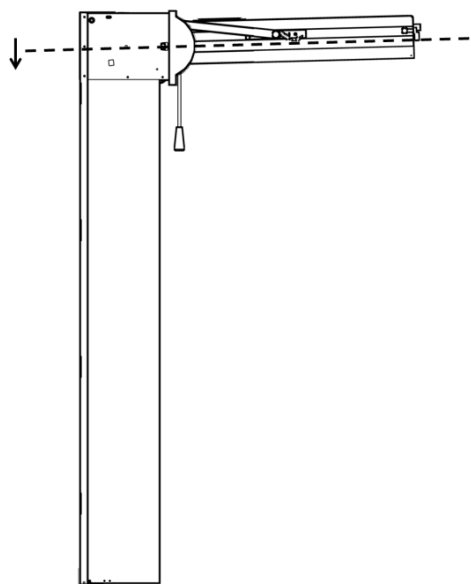
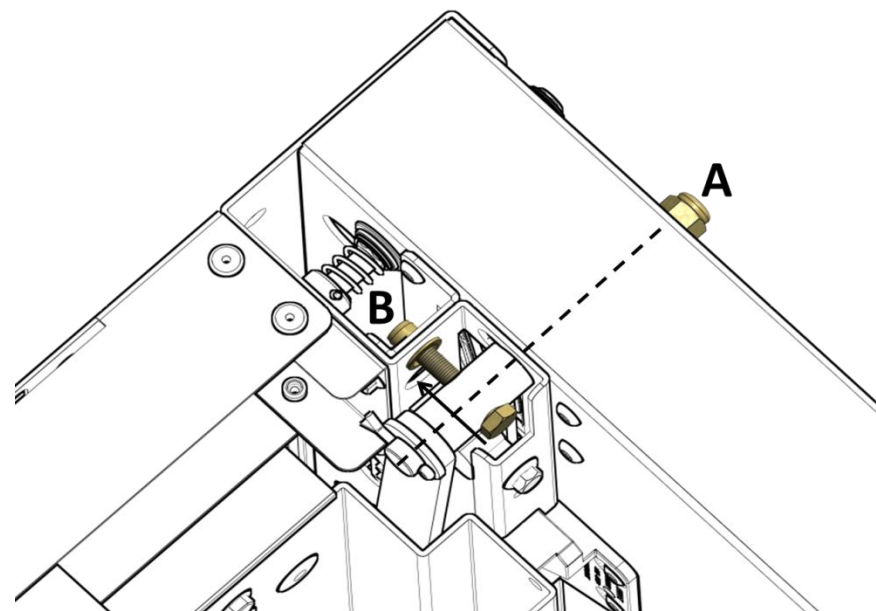

Figura 5-6
Figura 5-7
4. Il perno superiore del braccio di sollevamento è posizionato in modo tale che quando la porta è aperta, il pannello superiore risulta leggermente inclinato come mostrato in Figura 5-6.
A porta aperta, la sezione superiore deve essere leggermente inclinata come in Figura 5-6. Per regolare l'inclinazione della sezione superiore, la posizione del perno evidenziato con una linea tratteggiata in Figura 5-7 deve essere registrata. La regolazione del perno va eseguita su entrambi i lati a porta chiusa.
3. Allentare il bullone del perno, A (Figura 5-7);
4. Avvitare la vite di regolazione, B, per spostare il perno verso l'esterno (Figura 5-7);